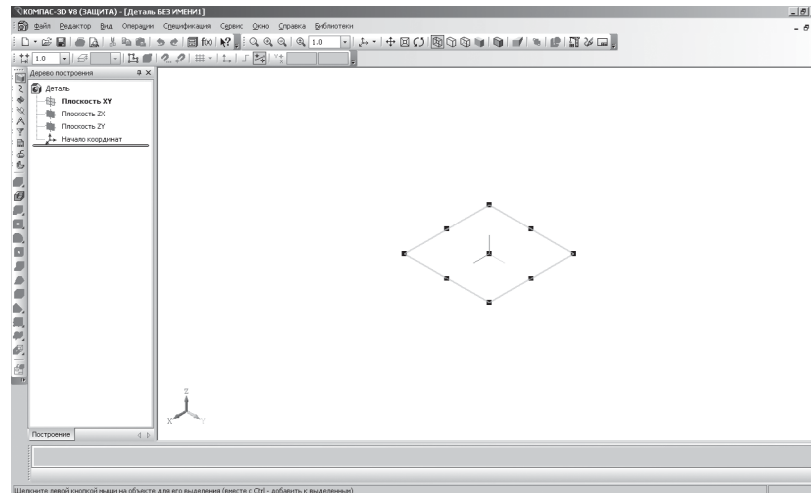

Рисунок 1.1 - Вибір площини побудови
- у Дереві побудови клацанням ЛКМ вкажіть площину XY. Створення тривимірної моделі починається з побудови ескізу її основи. Із цією метою необхідно вказати одну із трьох площин, на якій буде виконуватися побудова. Площини показуються на екрані умовно – у вигляді прямокутників, які лежать у цих площинах [1]. Таке відображення дозволяє представити положення площини в просторі. При цьому ви повинні пам'ятати, що площина – нескінченна (рис. 1.1);